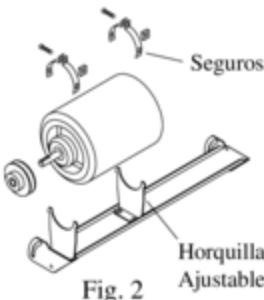

Fig. 2
- Monte el motor.** Instale el motor del ventilador en las horquillas de la montura. Ajuste la horquilla ajustable si es necesario y sujeté el motor con los seguros (véase fig. 2).